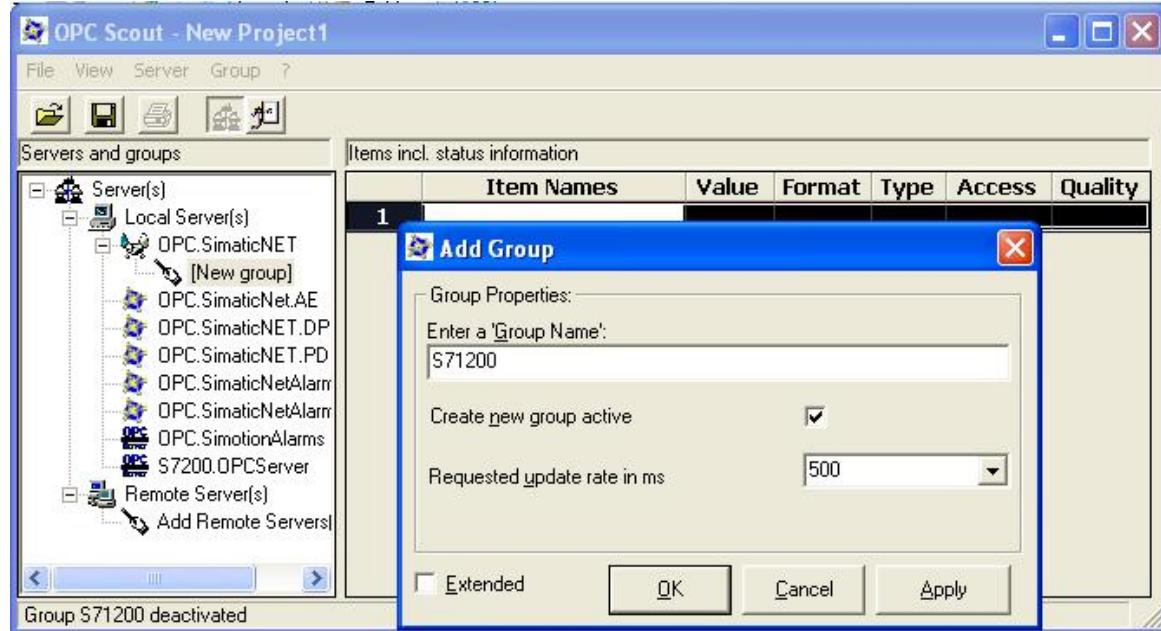

图 16 创建一个新的变量组
- ① 双击 OPC.SimaticNET，新建一个组并输入变量组的名称，例如 S7-1200。如图 16 所示。